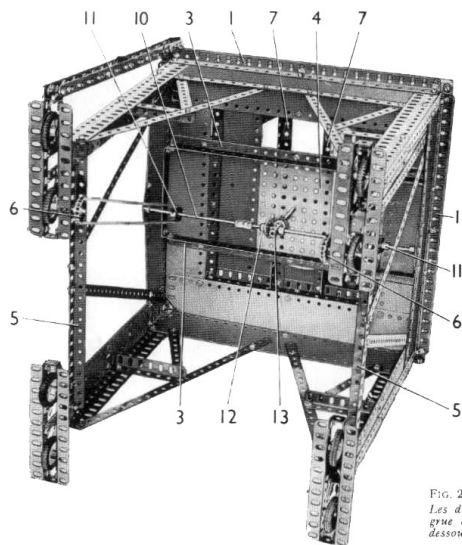
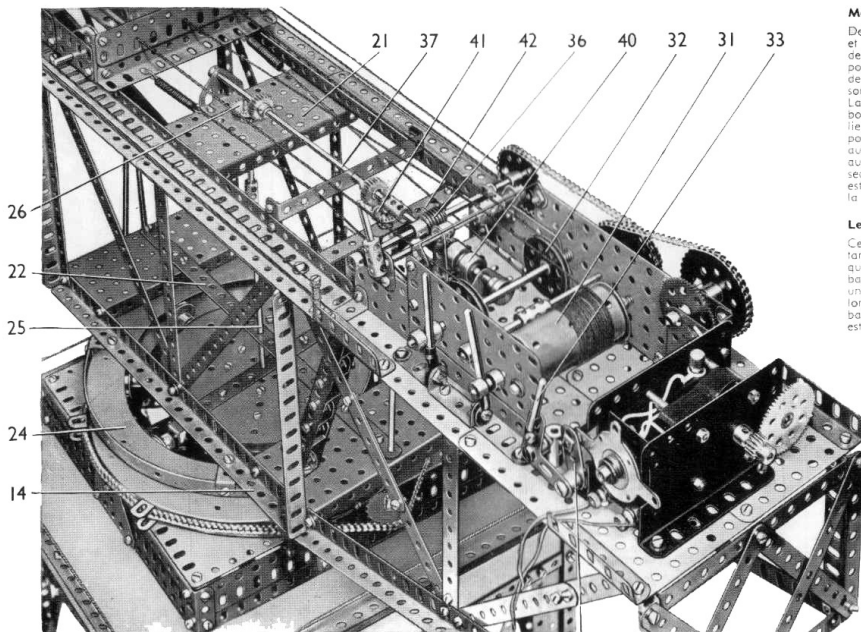

Fig. 2
Fig. 8 - Le moteur et la boîte de vitesses.
Détails de construction : la tour (Fig. 2, 3 et 8)
Une plaque à rebords de 14x6 cm. (21) (fig. 8) est boulonnée entre les poutrelles (15) et une bande de 25 trous (22) est fixée sur les plaques à rebords montées sur les cornières (14). Les rails sur lesquels circule le chariot sont formés chacun par une cornière de 49 trous et une de 37 trous placées bout à bout et réunies par une bande de 4 trous. Les rails sont soutenus par des équerres fixées sur les poutrelles (15). Une cornière de 6 trous (23) est boulonnée à l'extrémité avant de chaque rail et est renforcée par une bande de 6 trous. Les extrémités supérieures de ces cornières sont réunies par une bande de 11 trous. Une tringle de 13 cm. passe dans les cornières (23) et porte deux poulies fixes chacune d'une poulie faite de 25 mm. concée entre deux roues barillet. Les longerons sont renforcés par des bandes comme le montrent les figures 1, 5, 7 et 8. Une couronne à rebord pour roulement à galets (24) est fixée sur les cornières (14) par quatre équerres renversées de 26x12 mm.
Le roulement à galets (Fig. 2, 3, 4, 5 et 8)
19 mm, fixés chacun sur le rebord extérieur d'une bande coudee par deux écrous. La roue à boudin est tenue écartée du rebord par une rondelle et par un troisième écrou placé sur le boulon. Les roues à boudin sont placées entre les bords intérieurs des couronnes (8) et (24) (fig. 2 et 5).
Un axe (25) passe au travers de la plaque à rebords (21) et de la bande (22) (fig. 8), au travers de la bande de 11 trous boulonnée sur la plaque circulaire, au travers de deux bandes de 5 trous boulonnées face à face sur les cornières (7), et au travers de la plaque sans rebords (4) (fig. 2). L'extrémité inférieure de cet axe tourne dans l'accouplement (13), et un pignon d'angle de 26 dents entraîne le pignon d'angle (12) monté sur le grand arbre situé au sommet de la tour. Une roue de champ de 25 dents (26) est fixée à l'extrémité supérieure de l'axe qui est constituée par une tringle de 7,5 cm, et une de 29 cm, réunies par un accouplement.
Le moteur et la boîte de vitesses (Fig. 8 et 9)
Les côtes de la boîte de vitesses sont des plaques sans rebords de 11,5 x 6 cm, boulonnées sur des cornières de 9 trous fixées sur la base de la cabine. Chaque côté est prolongé vers l'avant par une plaque sans rebords de 75 x 38 mm, qui est fixée sur la base à son extrémité avant par une équerre de 26 x 12 mm. La grue peut être dotée d'un moteur électrique sur la base du principe de montage suggéré ci-dessous (cf. fig. 8 et 9).
L'axe (37) peut coulisser dans ses supports, et son déplacement est commandé par un levier (38). Ce levier est une tringle de 4 cm, tenue dans un accouplement fixé sur une tringle de 11,5 cm, qui passe dans des petits goussets d'assemblage boulonnés sur les plaques sans rebords de 75 x 38 mm. Un ressort de compression est placé sur la tringle entre l'un des goussets et un accouplement, de façon à empêcher la tringle de tourner trop facilement. Un bras de manivelle (39) est fixé sur la tringle de 11,5 cm, et une cheville fileté montée sur le bras de manivelle vient se placer dans la gorge d'un accouplement à douille (40) qui est bloqué par une bague d'arrêt montée sur l'axe (37). En faisant coulisser l'axe (37) vers la gauche (fig. 8), on amène un pignon de 25 dents en contact avec la roue de champ de 25 dents (26) de façon à entraîner les roues de la grue. Quand on déplace l'axe (37) vers la droite, on amène un pignon de 25 dents en contact avec une roue de champ de 25 dents (41) fixée sur un axe formé par une tringle de 13 cm.